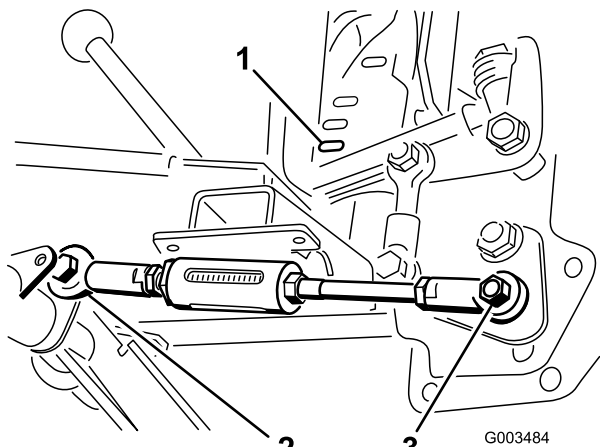

図 8
- 昇降ハンドルを操作して、ボール・ジョイントの穴とピボット・チューブの調整用ロッド・レバーの右側の穴とを整列させ、ロッドをレバーに固定する（図 8；ボルト（1/2 x 1-1/2 インチ）とロックナット（1/2 インチ）を使用する）。